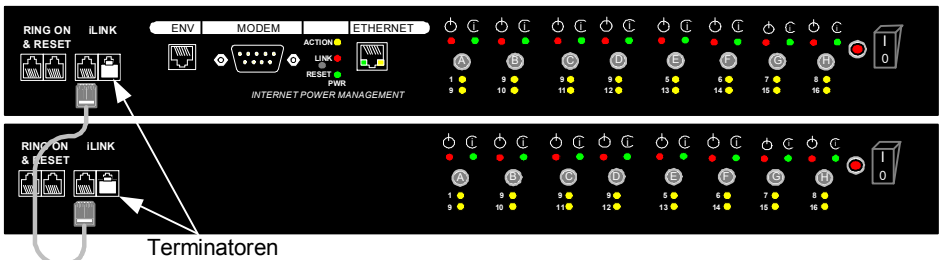

Abbildung 17 Das iLink-Kabel anschließen
3. Schließen Sie das iLink-Kabel an die iLINK-Anschlüsse der 2 Geräte an. Siehe Abbildung 17.